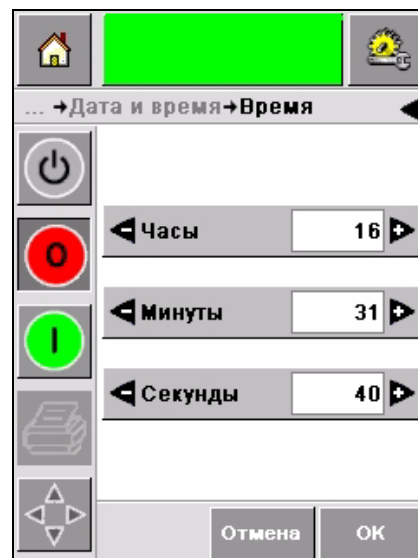

Рисунок 5-25: Время
- 7 Для установки времени вернитесь в экран Дата и время и нажмите на поле Время. Откроется экран установки времени (Рисунок 5-25).